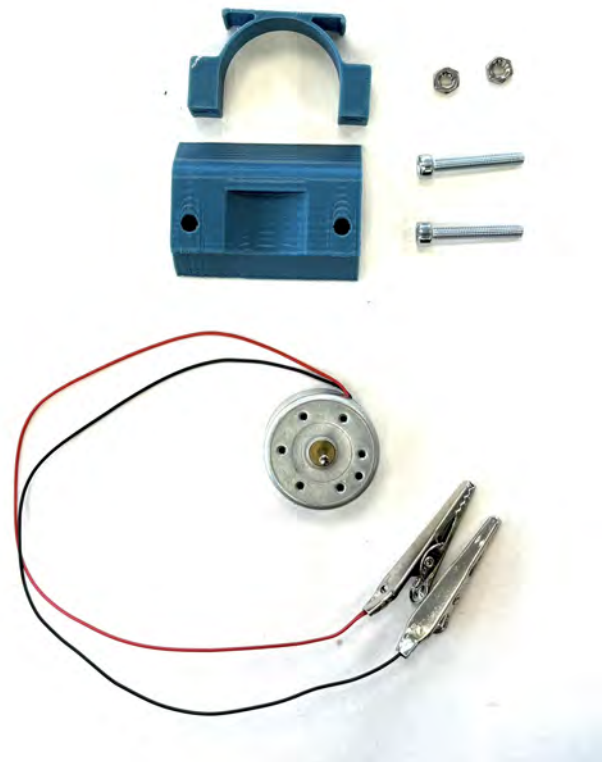

Abb. 8: Die benötigten Komponenten. Prüft, ob die Schrauben die passende Länge von M3x20 haben.
(5) Für den ersten Schritt dieses Abschnitts benötigen wir zunächst nur einen Teil der Materialien der Liste (Abbildung 8).